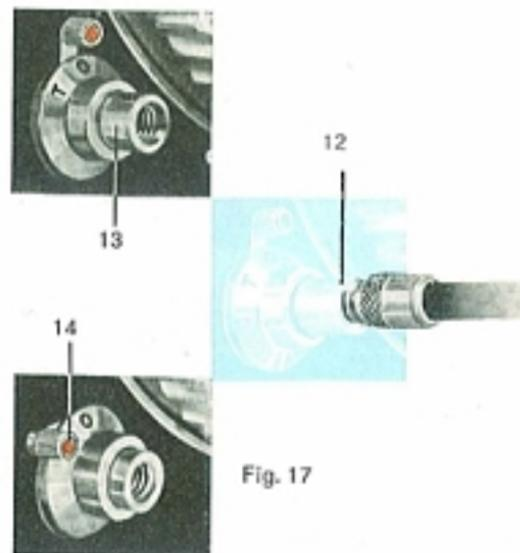
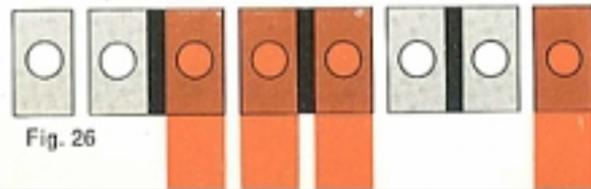

Fig. 17
Fig. 26
Le bouton d'enroulement de la pellicule (15) a deux rôles: la faire avancer pour une nouvelle pose et mettre l'appareil en état pour cela. A l'instant où la pellicule s'enroule, le miroir s'abaisse et l'obturateur s'arme. L'armement se fait avec un tour du bouton dans le sens des aiguilles d'une montre. En même temps sont manœuvrés les index d'armement de l'objectif (18) et d'enroulement de la pellicule (20). La fig. 26 montre les diverses combinaisons possibles notamment après changement du magasin. S'il arrive qu'on ne puisse pas tourner le bouton d'enroulement de la pellicule, cela peut provenir de ce qui suit:
1. La dernière photo a été exposée et le compteur (21) n'indique donc plus aucun chiffre dans le voyant.
2. Le bouton de temps de pose se trouve sur "T" et le bouton de déclenchement n'est pas revenu à sa position initiale. Voir page 19 fig. 17.